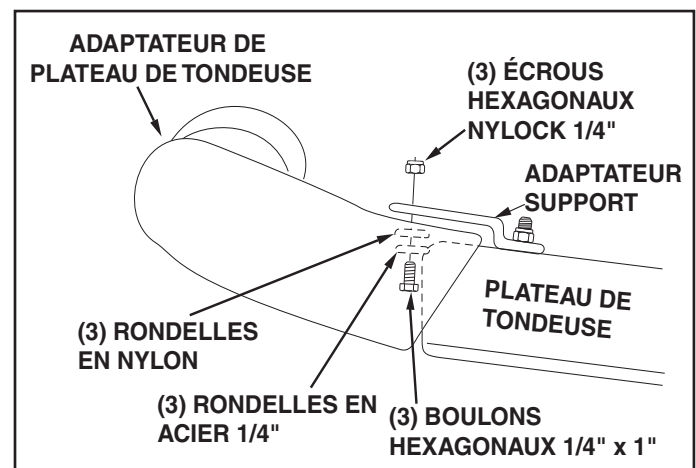

FIGURE 17
- Une fois l'adaptateur de pont correctement positionné sur l'ouverture de décharge, utilisez le support de l'adaptateur comme gabarit et percez trois trous de 9/32" de diamètre dans la partie supérieure de l'adaptateur de pont. Voir la figure 17.
- Fixez l'adaptateur de terrasse au support à l'aide de trois boulons 1/4" x 1", de rondelles en nylon, de rondelles plates 1/4" et d'écrous hexagonaux Nylock 1/4". Les rondelles en nylon doivent être contre l'intérieur de l'adaptateur de terrasse. Voir la figure 17.